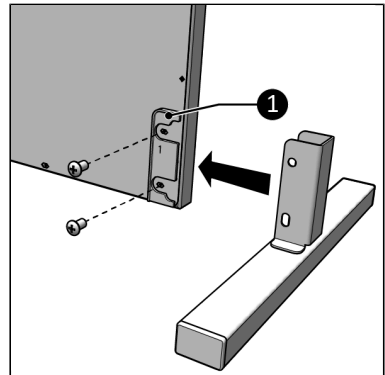

Abbildung 45.
3. Platzieren Sie die mitgelieferten Kunststoffplatten auf der Rückseite des Heizgeräts (Abbildung 45, Pos. 1).